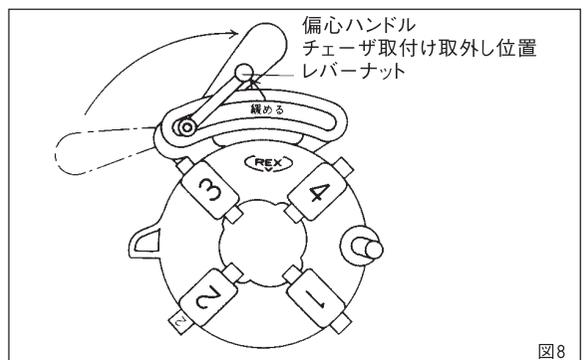

図8
a. チェーザの取外しかた (図8)
- ① 偏心ハンドルを図の方向に倒して、レバーナットをゆるめ、偏心ハンドル部を左はしいっぱい位置までよせてください。これで3番と4番のチェーザが取外せます。
- ② 次にダイヘッドを起すと1番と2番のチェーザが取外せます。